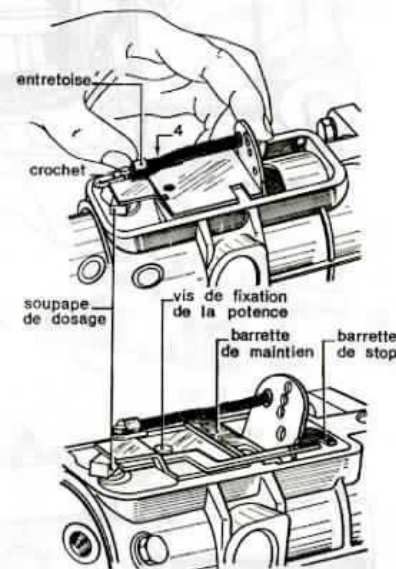

Fig. 27.
d) Accrocher la soupape de dosage à la tige de commande en comprimant le ressort (4) et en appuyant sur l'entretoise afin de dégager l'entrée du crochet. Relâcher l'entretoise et le ressort qui ferment le crochet (fig. 27).
Placer la barrette de maintien (1) ainsi que la barrette de « stop » (fig. 27).
f) Bloquer au couple de serrage (2) les deux goujons munis de leur arrêt, ainsi que la vis de fixation de la potence. Rabattre les arrêts (fig. 27 et 28).